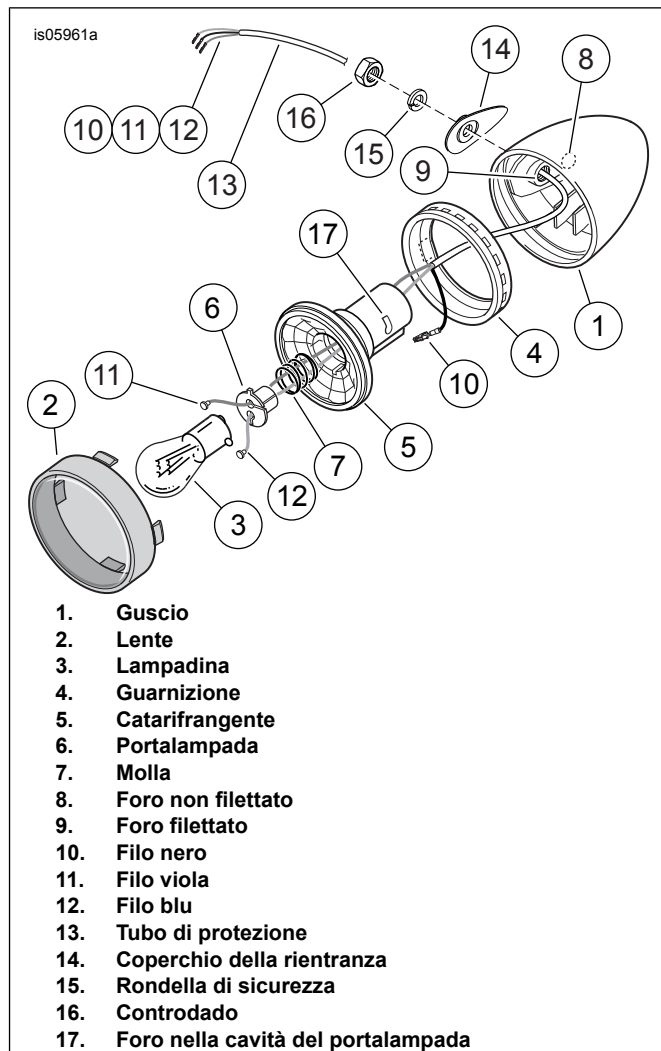

Figura 1. Luce di arresto/posteriore/degli indicatori di direzione (illustrato il lato destro)
1. Vedere Figura 1. Inserire la lama di un piccolo cacciavite nella fessura in fondo alla lente (2) di una luce STT e far leva per separare la lente dal guscio (1). Spingere la lampadina (3) e farla girare in senso antiorario per rimuoverla. Accantonare la lente e la lampadina per la successiva installazione.